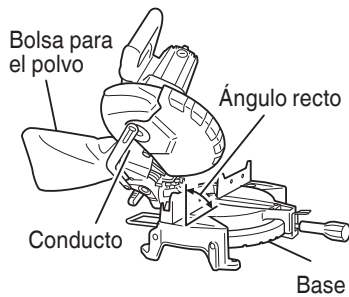

Fig. 26
- (1) Cuando la bolsa para el polvo esté llena de polvo, dicho polvo saldrá soplando de la bolsa para el polvo cuando gire la hoja de sierra. Compruebe periódicamente y vacíe la bolsa para el polvo antes de que se llene.
- (2) Durante el corte en bisel y compuesto, fije la bolsa para el polvo en ángulo recto con relación a la superficie de la base como se muestra en la Fig. 26.